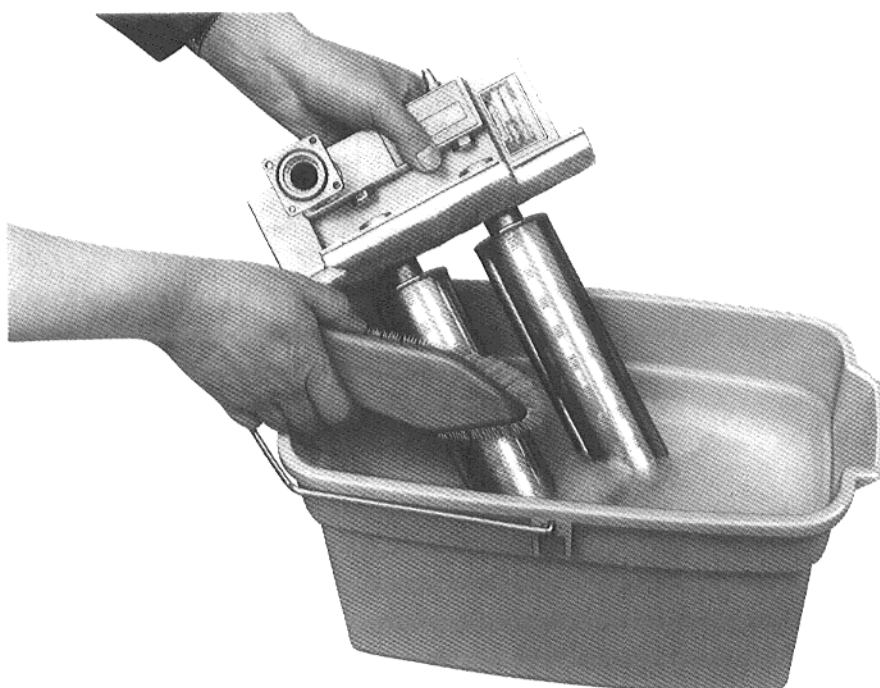

Fig. 19 - Figura esplicativa
- Immergere le rampe in acqua con detergente e spazzolarle (vedi Fig. 19).